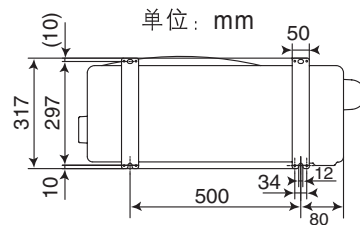

图2
- (2) 尽量安装于房屋的东或北方。如装于南或西方是无可避免时，应有遮盖物遮盖。
- (3) 最好不要安装在污秽或雨淋的地方。
- (4) 尽量靠近室内机组安装。
- (5) 室外机外形尺寸及安装固定孔位置见图2。